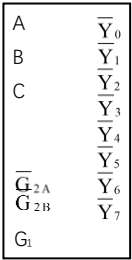

图 T.1 74LS138 译码器
- 3.（6分）用如图 T.1 所示的 74LS138 译码器设计一个 I/O 端口译码电路，使 CPU 能寻址四个地址范围：①180h~18fh，②190h~19fh，③1a0h~1afh，④1b0h~1bfh。（假定在 AT 标准 I/O 地址空间扩展，允许增加必要的门电路；要求画出地址位分配表）。